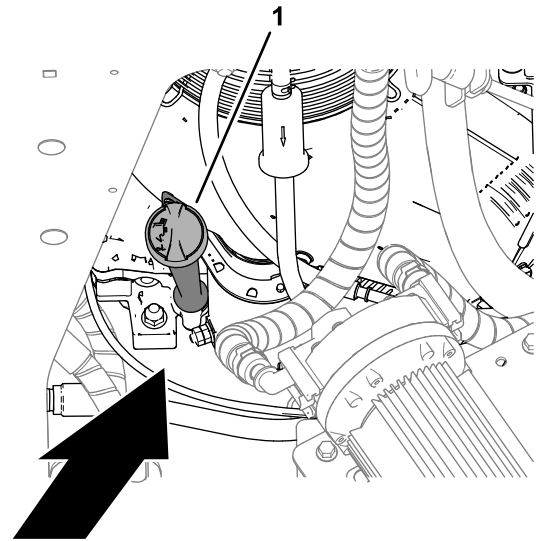

Figura 76
1. Retire la varilla del cuello de llenado del motor y limpie la varilla y el cuello de llenado con un trapo limpio (Figura 76).
3. Introduzca la varilla en el cuello de llenado y apriete la varilla (Figura 76).